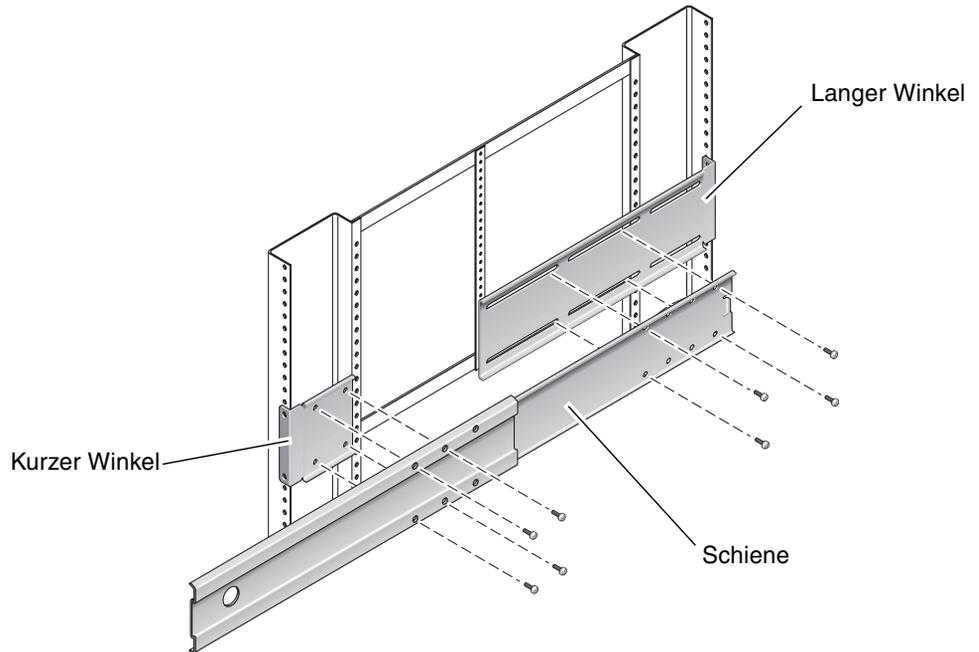

ABBILDUNG 3-12 Befestigen der Schiene an den Winkeln
10. Befestigen Sie die Schiene mithilfe der M5-Flachkopfschrauben (vier für den kurzen Winkel und vier für den langen Winkel), am kurzen und langen Winkel an der Vorder- und Rückseite des Rack (ABBILDUNG 3-12).